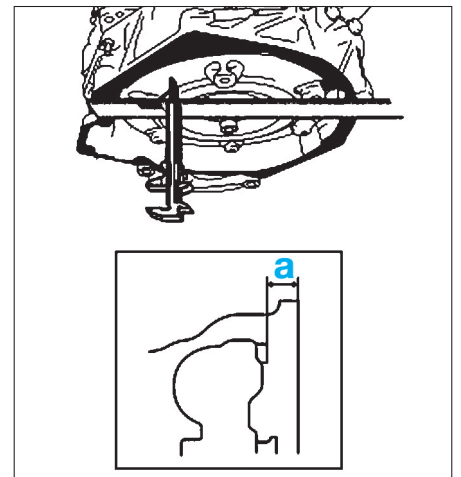

FIG. 7
- Contrôler le bon positionnement du convertisseur de couple en vérifiant avec un pied-à-coulisse que la distance (a) entre les filetages de raccord du convertisseur de couple et la surface d'assemblage de la boîte est supérieure à 23,05 mm (Fig.7).